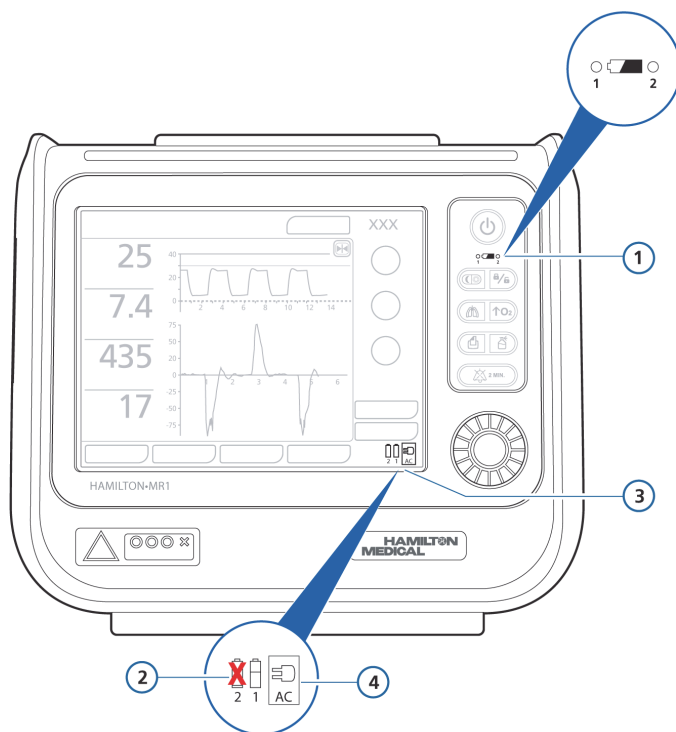

Рисунок 2-8. Обозначения источников питания и индикатор заряда аккумулятора
После подключения в нижней правой части экрана в рамке отображается символ питания переменного тока. См. рис. 2-8.
- Во время работы аппарата ИВЛ только от аккумуляторов следите за оставшимся уровнем заряда. В нижнем правом углу экрана отображаются символы доступных источников питания, среди которых индикаторы текущего уровня заряда аккумуляторов. См. рис. 2-8.
Для аккумуляторов 1 и 2 отображаются отдельные индикаторы уровня заряда. См. рис. 2-8.